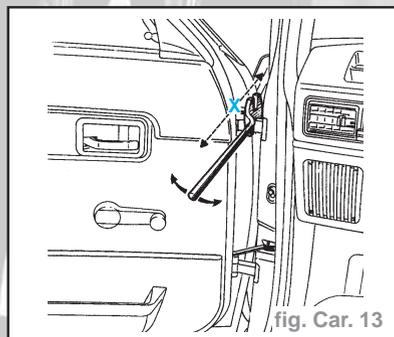

fig. Car. 13
- Cet outil permet de modifier la position "X" du charbon soudé du pied avant ou milieu de caisse (fig. Car. 13).